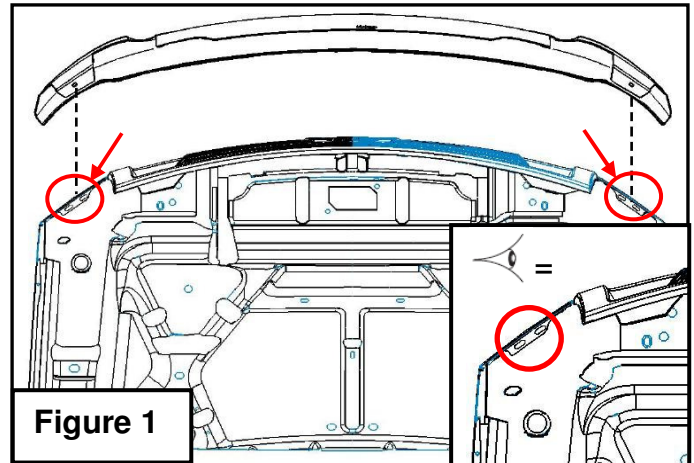

Figure 1
2. Faites un essai d'ajustement du protecteur de capot en alignant les trous de montage avec les trous correspondant dans le capot (**Figure 1**)
3. Installez les bouchons à vis(A) dans les fentes à l'intérieur du capot (**Fig. 1**)
5. Nettoyez la grille ou le ruban 3M sera appliqué en utilisant de l'alcool isopropylique. Réinstallez le protecteur de capot en alignant les fentes du capot avec les fentes du protecteur de capot. (**Fig. 1**) Fixez le protecteur au capot en plaçant une rondelle (C) sur chaque vis de montage (B) et insérez les vis au travers des fentes du protecteur et dans le bouchon à vis (A). **Serrez les vis juste assez pour retenir le protecteur en place.**